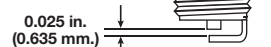

Fig. 36
4. Use un calibrador de hoja para ajustar la abertura de la bujía a **0.025 pulgadas (0.635 mm)** (Fig. 36).